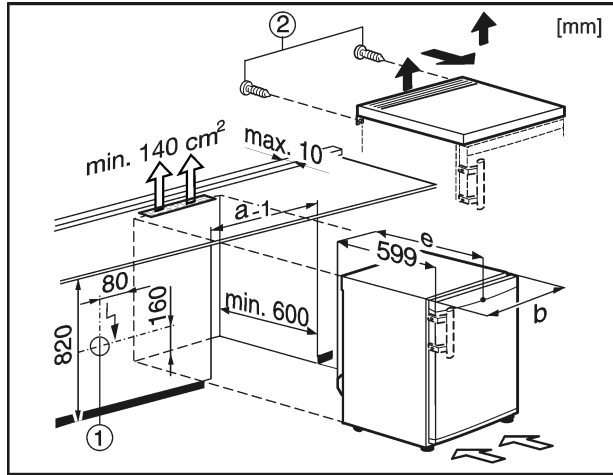

Fig. 9
A csatlakozó aljzat Fig. 9 (1) a készülék hátoldalán kívül, könnyen hozzáférhető helyen legyen.
- ▶ Vegye le a hátoldáról a csavarokat Fig. 9 (2).